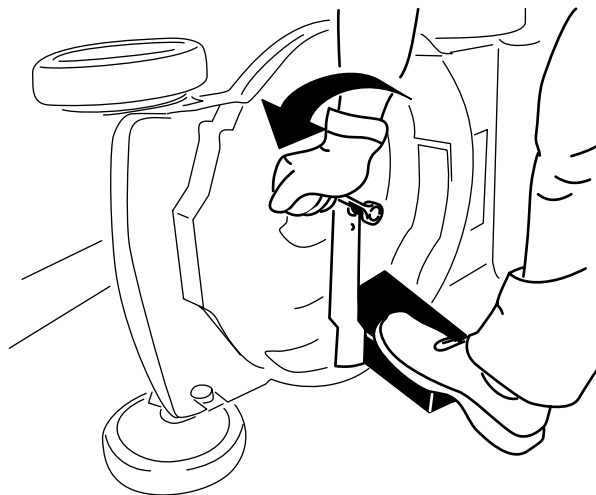

Figure 25
2. Immobilisez la lame avec un morceau de bois (Figure 25).
3. Déposez les lames mais conservez toutes les fixations (Figure 25).